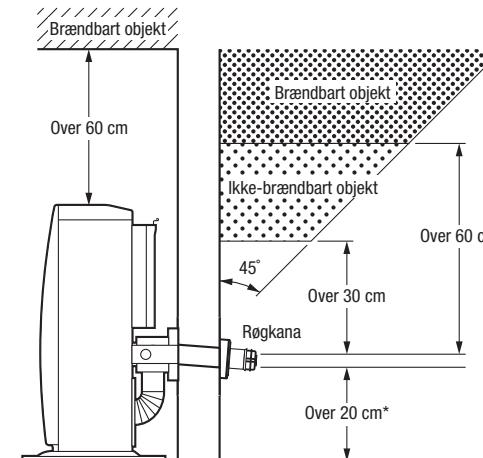

Fig. 2
- Installer røgrør (Se fig. 2 og 3, side 144). Bemærk, at mængden og temperaturen af den varme udstødningsgas, som udstødningsrøret udleder til udendørs, er minimal og normalt ikke giver problemer.
- Sørg for, at det udendørs røggasudtømningsområde er fri for alt, der kan blive påvirket af den varme røggas. (Se fig. 2 og fig. 3.) Røgkanal (som i fig. 2), er til vægtykkelse fra 130 mm til 320 mm.